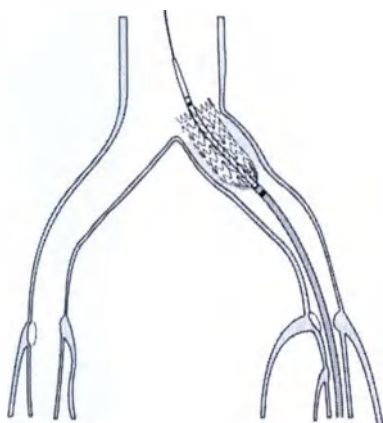

Fig. 7
5. Как только начнется развертка, продолжите передвижение рукоятки (a) по направлению к втулке (b) медленно и постепенно (рис. 7).